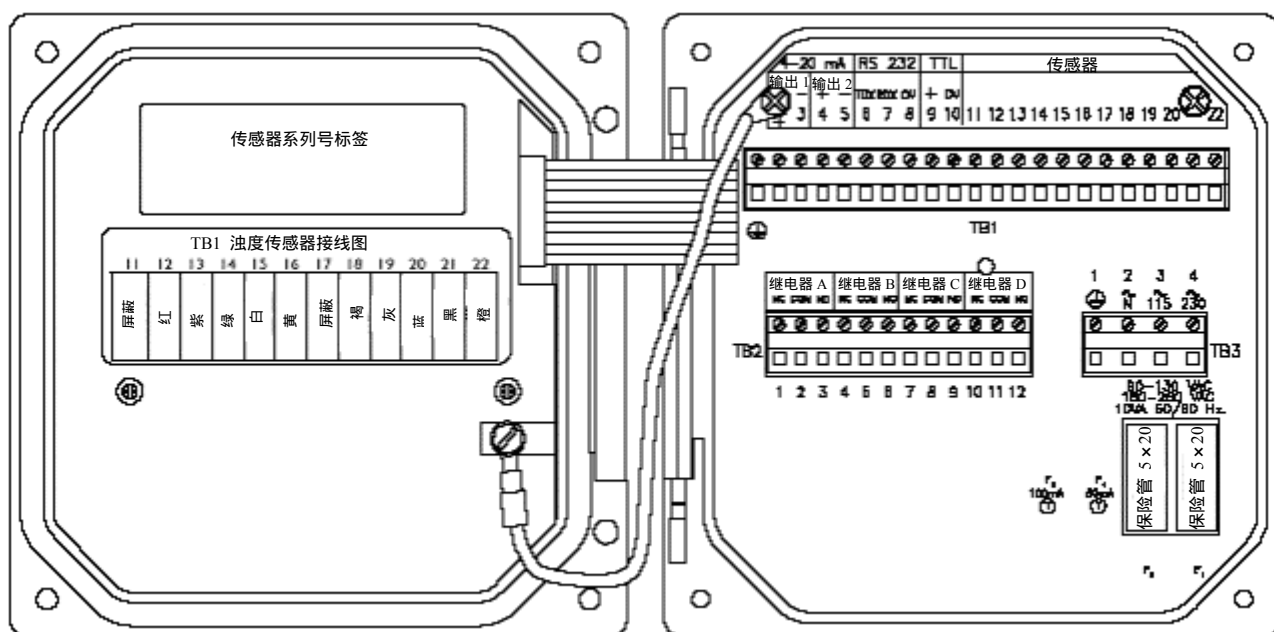

图2-9 用于序列号无字母前缀的分析仪接线端名称
- 无字母前缀序列号分析仪的 TB1 上（图 2-9）接线端 1 的“ground symbol”（地线符号）